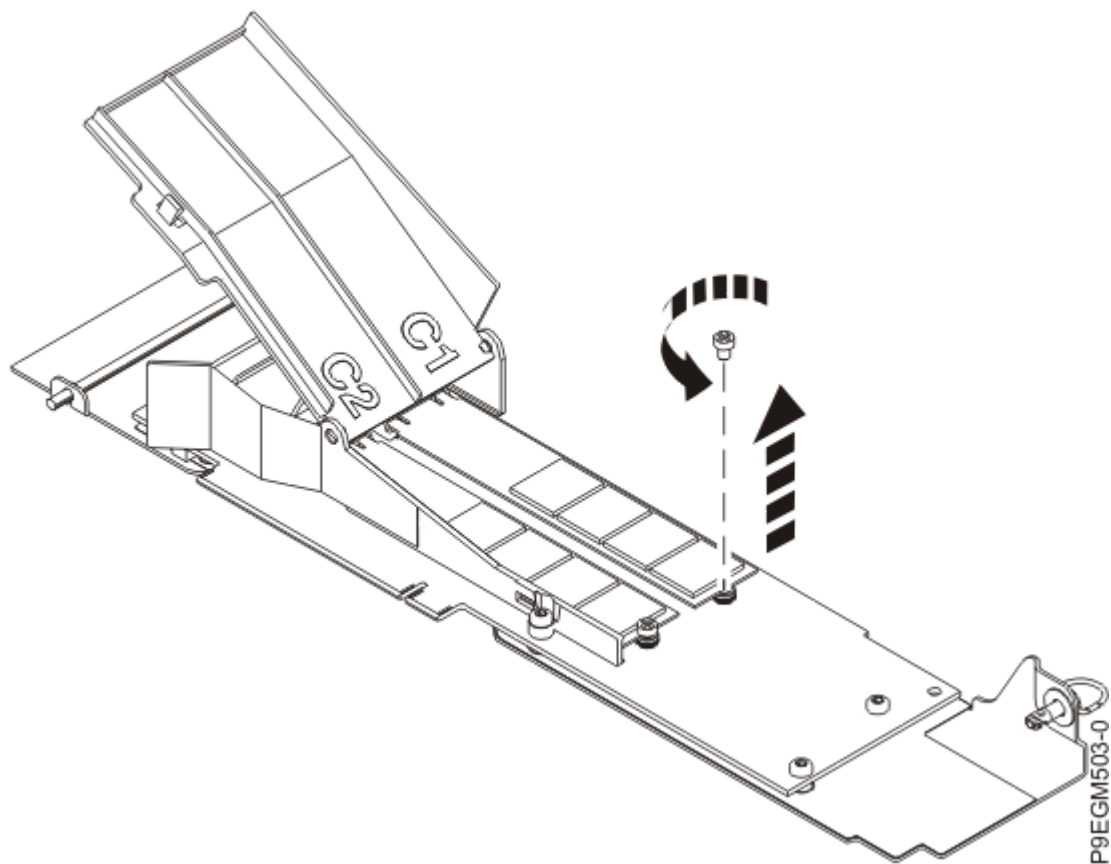

Figure 28. Dévissez le module flash de la carte porteuse NVMe M.2
- b) A l'aide d'un tournevis cruciforme, dévissez la vis du module flash NVMe M.2. Voir Figure 28, à la page 34.